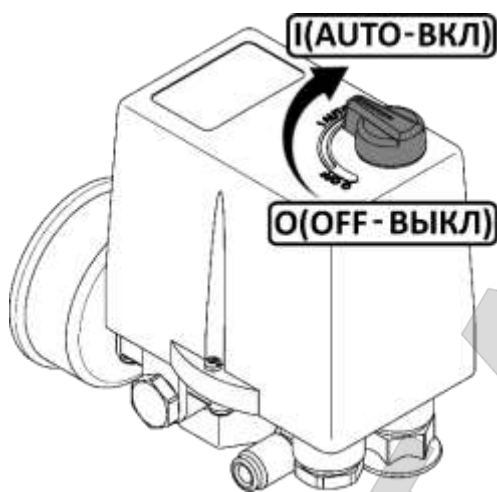

Рисунок 3
- Проверьте, чтобы выключатель на реле давления находился в выключенном положении "O" или "OFF", в зависимости от исполнения (рисунок 3).
- Выключить компрессор выключателем **3** на реле давления (рис. 4-5). Для этого необходимо переключить выключатель в положение "О" или "OFF", в зависимости от исполнения (рис. 3). После этого остановится электродвигатель и произойдет сброс давления из нагнетательного воздухопровода и поршневого блока.
- Переключите выключатель **3** на реле давления в положение "0" или "OFF", в зависимости от исполнения (рисунок 3).